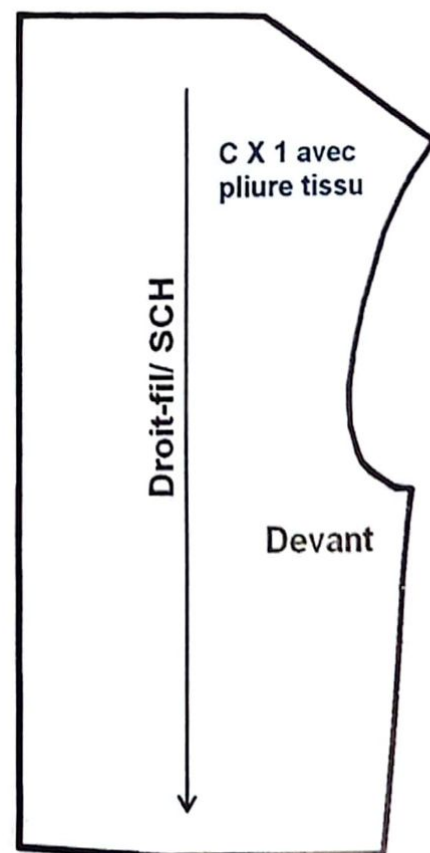

FIG. 6
- 5) Relevez le patron fini du col (fig.6) et ajoutez les valeurs de couture.